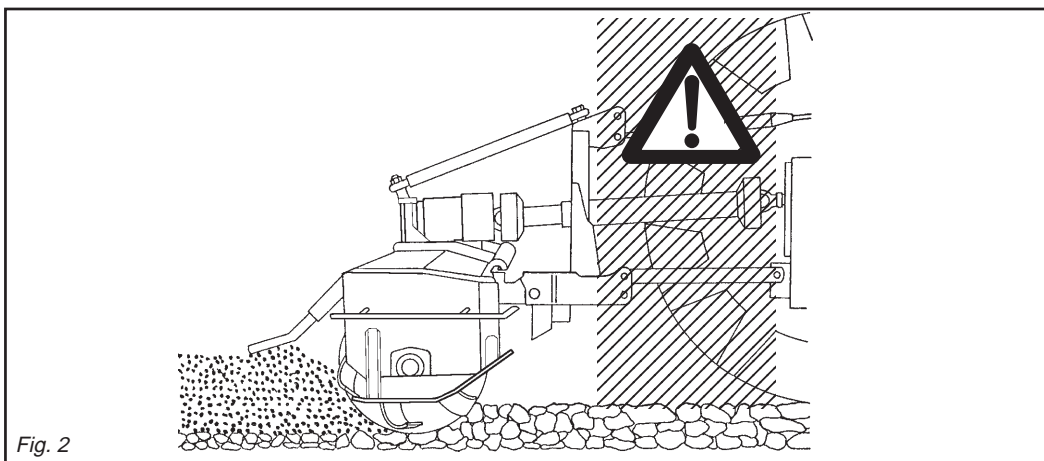

Fig. 2
- 24) *It is absolutely forbidden to stand between the tractor and the implement (Fig. 2) when the engine is running and the cardan shaft is engaged without having first engaged the hand brake and placed a block or stone under the wheels to prevent them from moving.*
- 24) Es ist absolut verboten, bei laufendem Motor und eingeschalteter Gelenkwelle zwischen den Schlepper und das Gerät zu treten (Abb. 2). Dazu muß die Feststellbremse gezogen werden und unter die Räder ein Bremskeil oder ein großer Stein gelegt werden sein.
- 24) *Il est absolument interdit de se mettre entre le tracteur et l'appareil (Fig. 2) quand le moteur est en marche et le cardan enclenché, sans avoir tiré le frein de stationnement et bloqué les roues avec une cale ou un caillou.*
- 24) Está terminantemente prohibido colocarse entre el tractor y el equipo (Fig. 2) con motor encendido y cardán inserido, o sin haber accionado el freno de estacionamiento y de
- 28) È assolutamente vietato interporre fra il trattore e l'attacco per manovrare il comando dall'esterno per il sollevamento (Fig. 2).
- 28) *It is absolutely forbidden to stand between the tractor and the implement when manoeuvring the lift control from the outside (Fig. 2).*
- 28) Es ist absolut verboten, zwischen den Schlepper und den Anschluß zu treten, um die Aushebung von außen zu betätigen (Abb. 2).
- 28) *Il est absolument interdit de se mettre entre le tracteur et l'attelage pour manoeuvrer la commande de relevage de l'extérieur (Fig. 2).*